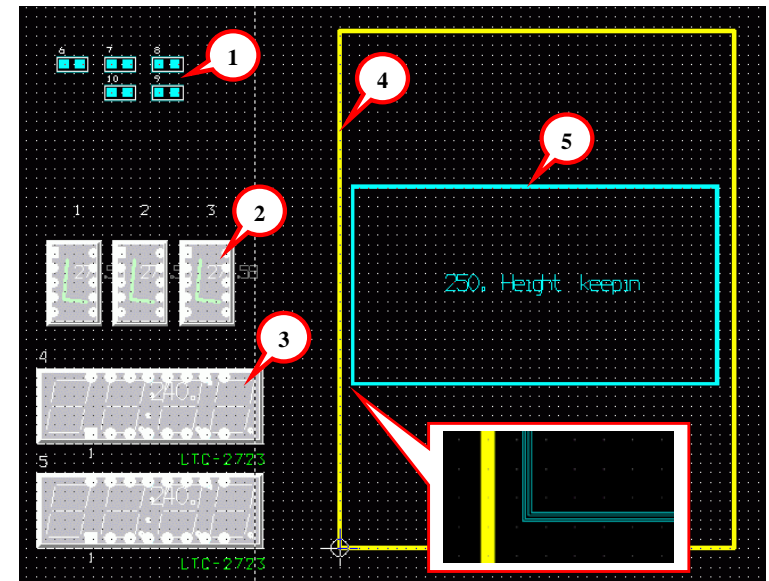

рис. 5-8
Посмотрите на рис. 5-8. Имеем прямоугольную плату и три группы компонентов. Для компонентов группы ① высота не задана. Компоненты группы ② имеют высоту 275.58 милей. Компоненты группы ③ имеют высоту 240 милей.